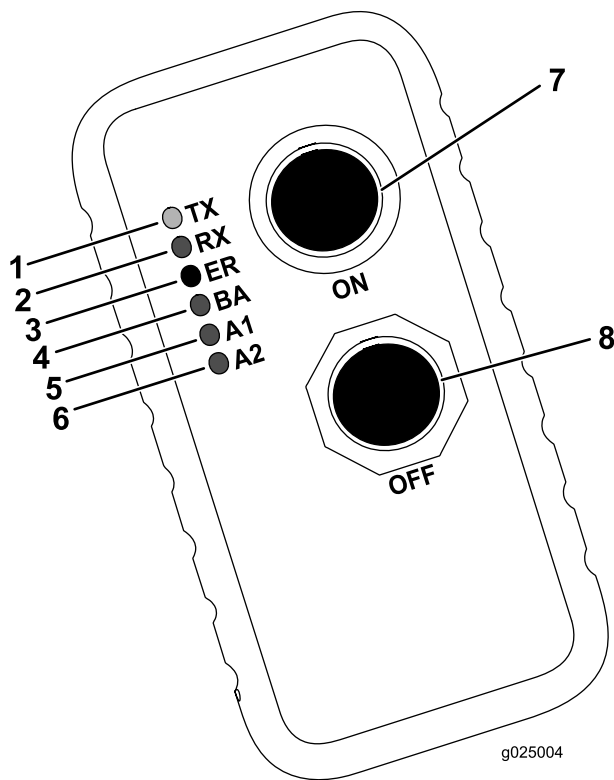

Figura 59
A tabela a seguir apresenta os diversos estados das luzes indicadoras no transmissor portátil (Figura 59) e seus significados:
4. Pressione simultaneamente e mantenha pressionados os botões ligar e desligar (Figura 59).
5. Mantenha pressionados os botões Liga e Desliga até começar a piscar a luz verde de transmissão (TX) (Figura 59).
6. Ligue a máquina, continuando a manter pressionados os botões Liga e Desliga (Figura 59).
7. Libere os botões Liga e Desliga (Figura 59).